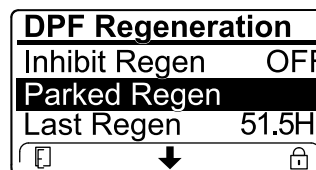

図 56
- エンジンコンピュータがリカバリ再生を要求している、またはリカバリ再生の処理中である時には、駐車再生 PARKED REGEN を選択することはできません。駐車再生はロックされ、施錠アイコン 図 56 がインフォセンターの右下に表示されます。